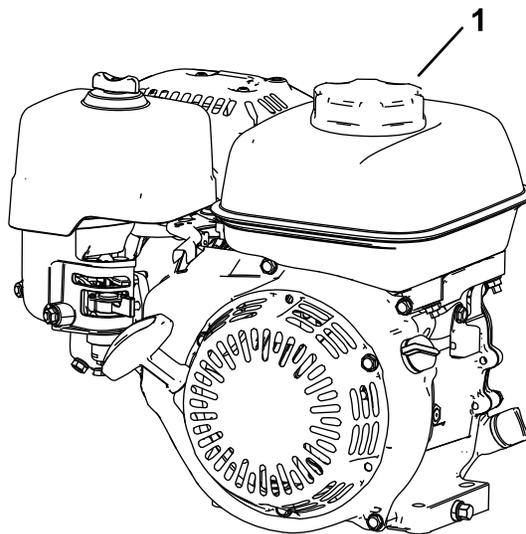

Figure 17
1. Nettoyez la surface autour du bouchon du réservoir de carburant et enlevez le bouchon (Figure 17). Remplissez le réservoir de carburant jusqu'à la base de l'ouverture du goulot du réservoir ; reportez-vous au *Manuel de l'utilisateur* de votre moteur.